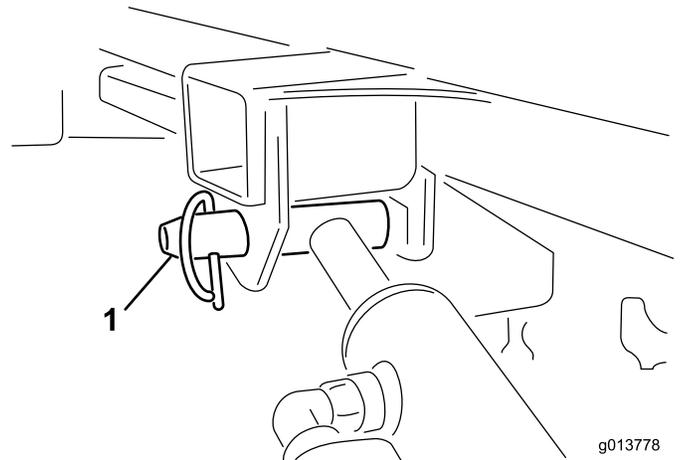

Figure 51
11. Maintenez le vérin de levage d'une main et retirez la goupille de blocage du vérin de levage de l'autre (Figure 51).